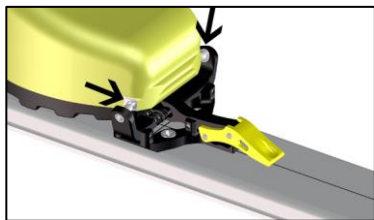
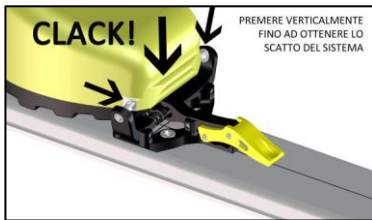
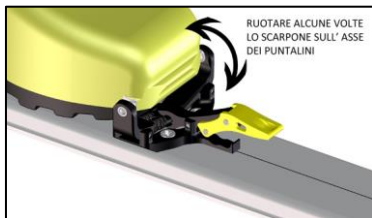

FIGURA 20
FIGURA 21
FIGURA 22
- Avvicinare la punta dello scarpone al puntale, portando le due sedi dell'inserto metallico anteriore dello scarpone in corrispondenza dei puntalini di aggancio dell'attacco (**FIGURA 20**). Da questa posizione, premere la punta scarpa verso il basso (verticalmente) generando lo scatto del sistema elastico che andrà a chiudersi sullo scarpone (**FIGURA 21/22**). Far oscillare poi alcune volte lo scarpone sull'asse dei puntalini, per verificare il corretto accoppiamento scarpone attacco, come mostrato in **FIGURA 22**.